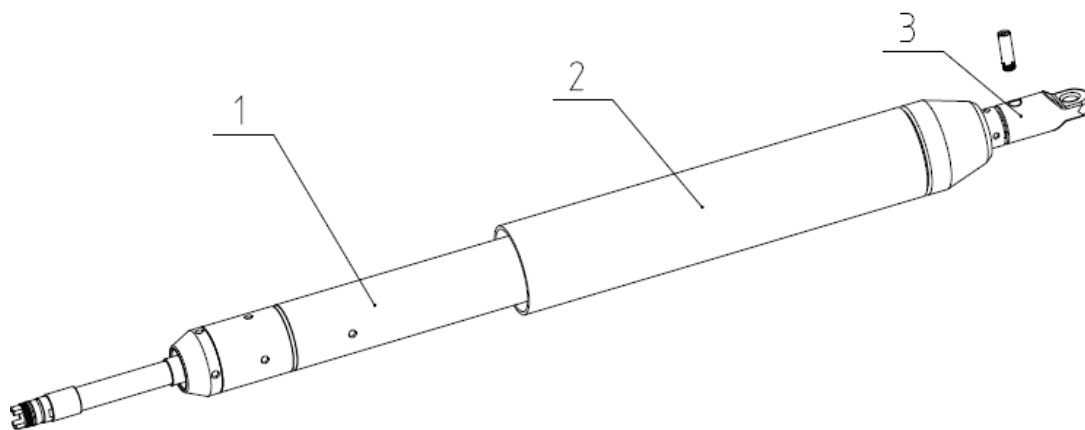

Figura 9.12.1
- n) Dați aerul afară ușor prin deschiderea cu atenție a supapelor (6).
- o) Închideți supapele (5).
- p) Pentru a sigila și lubrifia pistonul (2) puteți introduce puțină apă prin supapa (6) în furtun (4).
- r) Închideți supapa (6)
Pentru a obține găuri de foraj mai largi cu instrumentele de largire (Figura 9.12.1), procedați în felul următor: trebuie să folosiți racheta (1), expanderul (2), capatul de remorcare (3) și în plus un troliu și cablu (ce trebuie achiziționate separat).